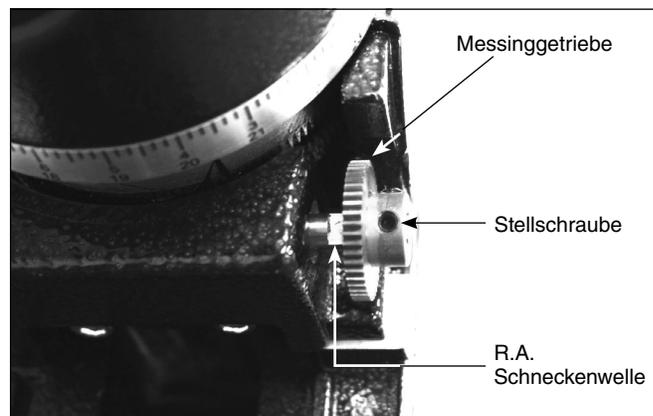

Abbildung 5. Korrekte Ausrichtung der Messinggetriebe für RA-Achse
4. Schieben Sie das Getriebe-Ende von einem der kleinen Messingzahnräder auf die Schneckenwelle, dass es so aussieht wie in der **Abbildung 5**. Drehen Sie das kleine Messinggetriebe, so dass eine der Stellschrauben gegen den flachen Teil der RA Schneckenwelle drückt. Befestigen Sie das kleine Messinggetriebe durch Anziehen der Stellschrauben mit dem mitgelieferten 2 mm Innensechskantschlüssel, aber nicht zu fest anziehen. Möglicherweise müssen Sie kleine Anpassungen an der Position des Zahnrad im folgenden Schritt vornehmen, um die richtige ZahnradEinstellung zu gewährleisten.